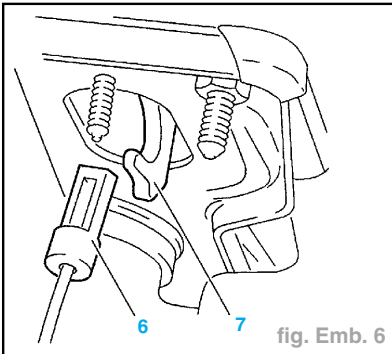

fig. Emb. 6
- Mettre en place la chape d'accrochage du câble (6) sur le crochet (7) en haut de la pédale d'embrayage (fig. Emb. 6).